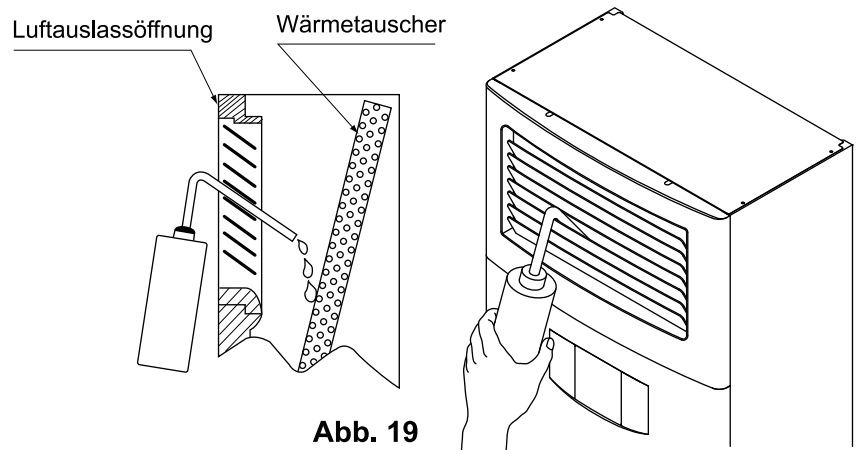

Abb. 19
- Gießen Sie vorsichtig etwa 1 Liter Wasser durch die Luftauslassöffnung, sodass es schräg direkt auf den Wärmetauscher fließt, ohne zu spritzen. **(Siehe Abb. 19)**